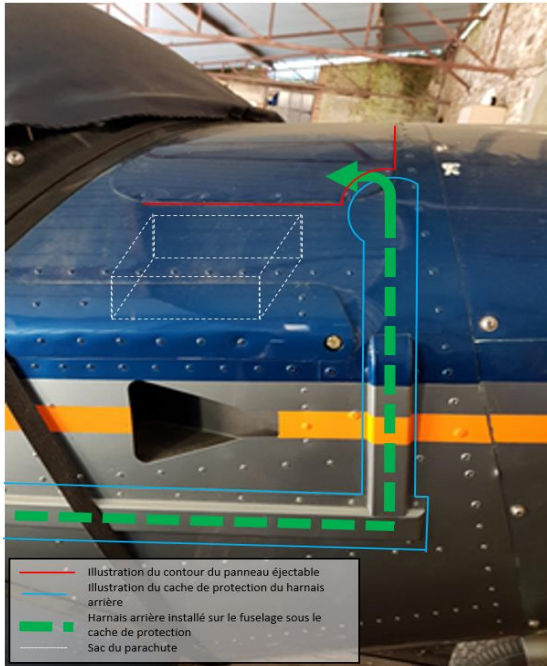

Figure 5: illustration du trajet correct du harnais arrière entrant dans le compartiment avant du parachute.
Les Figures 5 & 6 ci-dessous illustrent le trajet correct, sur l'extérieur du fuselage, du harnais arrière vers le compartiment avant du parachute. Le harnais doit pénétrer à l'intérieur du compartiment via la découpe du coin inférieur du panneau éjectable pour aller se connecter au sac du parachute (illustré en blanc) dans le compartiment avant. La découpe du panneau éjectable (illustrée en rouge sur la figure 5 et dans le cercle jaune de la figure 6) est recouverte hermétiquement par le sommet du cache de protection (illustré en bleu) du harnais qui doit se prolonger jusqu'à la base du panneau éjectable. Cette installation permet au harnais arrière de se déployer librement et complètement au-dessus du cockpit après ouverture du panneau éjectable. Le harnais arrière peut ainsi assurer, conjointement avec les 2 harnais attachés à l'avant, l'arrimage de l'avion en dessous du parachute déployé autour du centre de gravité de l'avion, les 3 harnais étant chacun complètement étendus et sous tension.
- **de vérifier l'installation du harnais de parachute arrière** avant le prochain vol, et de s'assurer que le cache de protection du harnais arrière installé le long du fuselage extérieur rejoint le coin inférieur ou un des côtés du panneau éjectable du compartiment de parachute avant comme illustré sur la Figure 5 (installation correcte);